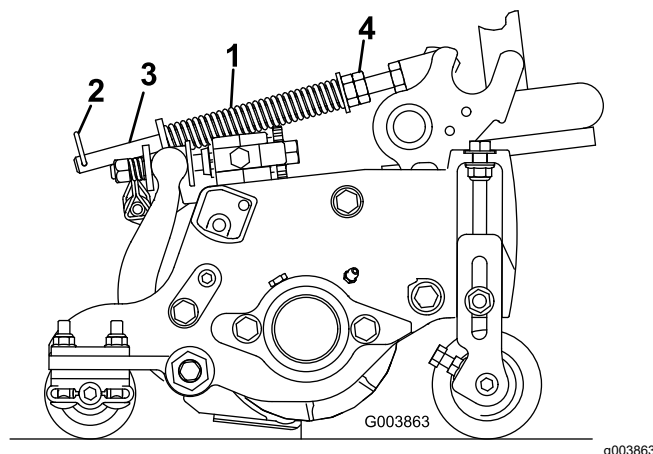

Figure 51
Le ressort de compensation (Figure 51) transfère le poids du rouleau avant au rouleau arrière. Cela évite la formation d'ondulations à la surface de la pelouse.
1. Vérifiez que la goupille fendue est insérée dans le trou arrière de la tige de ressort (Figure 51).
2. Serrez les écrous hexagonaux à l'extrémité avant de la tige de ressort jusqu'à ce que la longueur du ressort comprimé soit égale à 16 cm ; voir Figure 51.